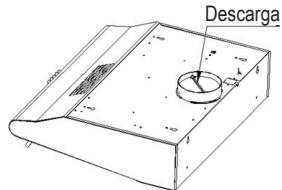

Fig. 5
- Conectar el respiradero de humos a la toma alimentada desde la pared externa (Fig. 5).